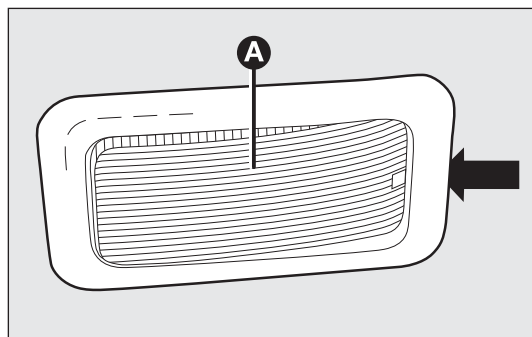

fig. 160
- à l'aide du tournevis fourni, extraire le plafonnier A-fig. 160 en agissant sur le point indiqué par la flèche ;